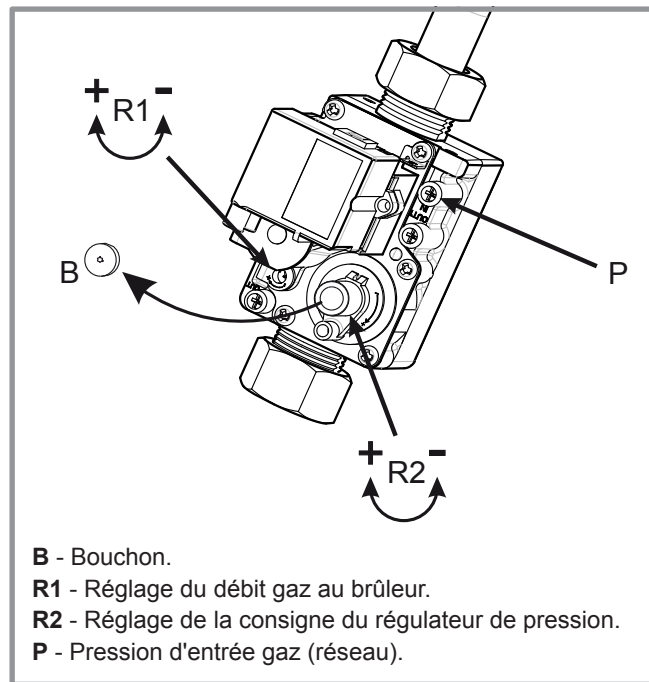

figure 40 - Vanne gaz
- Si nécessaire, ajuster le taux de CO₂ en réglant le débit gaz au brûleur (vis repère R1, *figure 40*).
- Si nécessaire, ajuster doucement la consigne du régulateur de pression (vis repère R2, *figure 40*).